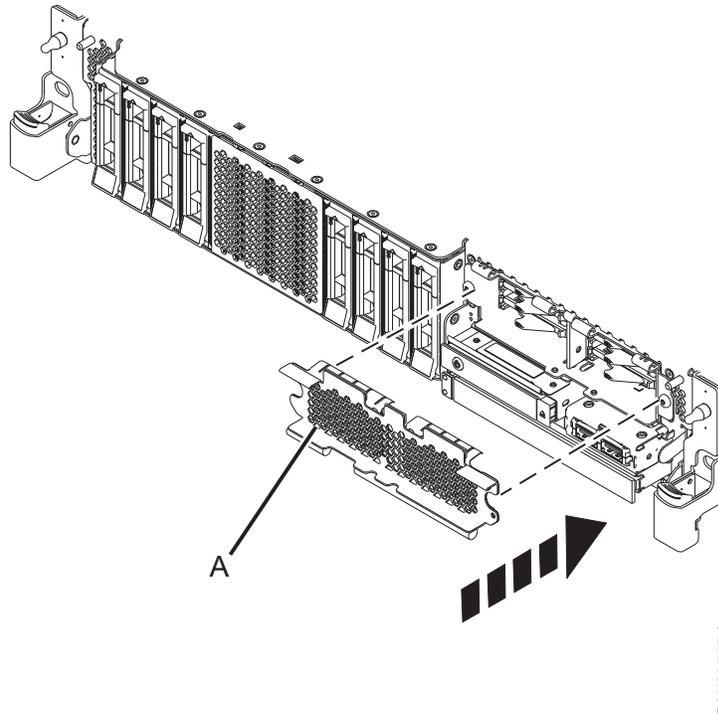

Abbildung 47. SSD-Gehäuse in einem System mit erweiterten Funktionen abdecken
3. Decken Sie das SSD-Gehäuse ggf. mit der perforierten Platte (A) ab, wie in Abb. 47 auf Seite 52 dargestellt.